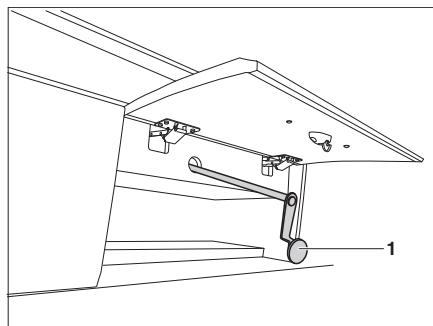

Fig. 165 Rete protettiva
- ▶ In caso di black-out elettrico il letto basculante può essere azionato anche con una manovella di emergenza (Fig. 165). Essa si trova dietro lo sportello del vano di stivaggio.